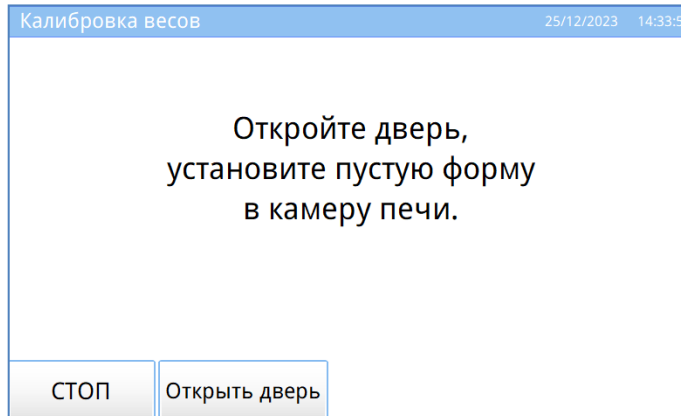

Рисунок 34 – Окно «Калибровка весов». Шаг первый. Установите форму
5.9.3 Откроется окно «Калибровка весов» (см. рисунок 34). Установить пустую форму в камеру.